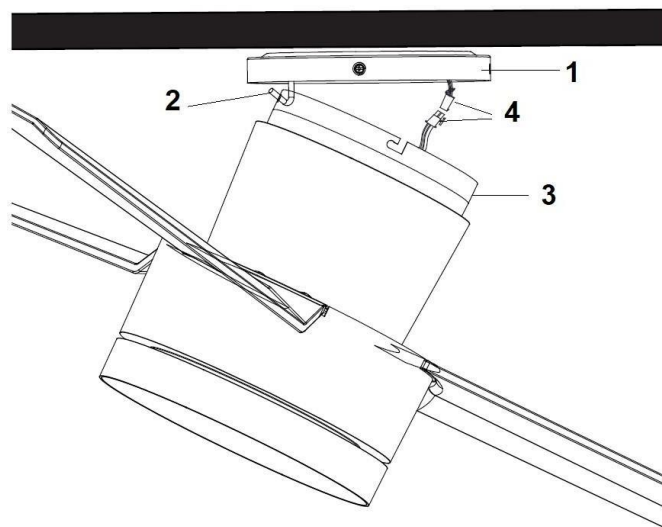

Fig. 5
- Levante el conjunto del ventilador hasta el soporte de montaje (1), pase el gancho con forma de J (2) del soporte de montaje por el orificio del florón colgante (3) y cuelgue el conjunto del ventilador. Fig. 5
- Conecte entre sí los conectores macho y hembra (4). Fig. 5